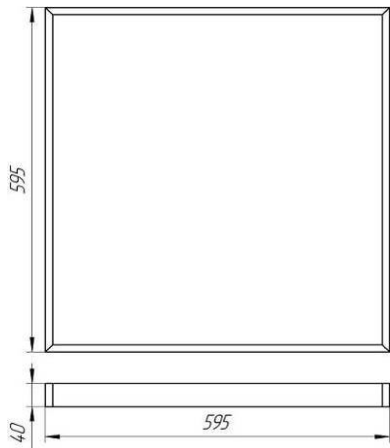

Рисунок 1. Габаритный чертеж Esonex Office 595 EM
5.1.2. Для установки светильника необходимо повернуть торцевую панель и аккуратно снять рассеиватель. Надежно закрепить на ровной поверхности корпус светильника при помощи комплекта креплений, габариты для монтажа см. рисунок 1 и 2.